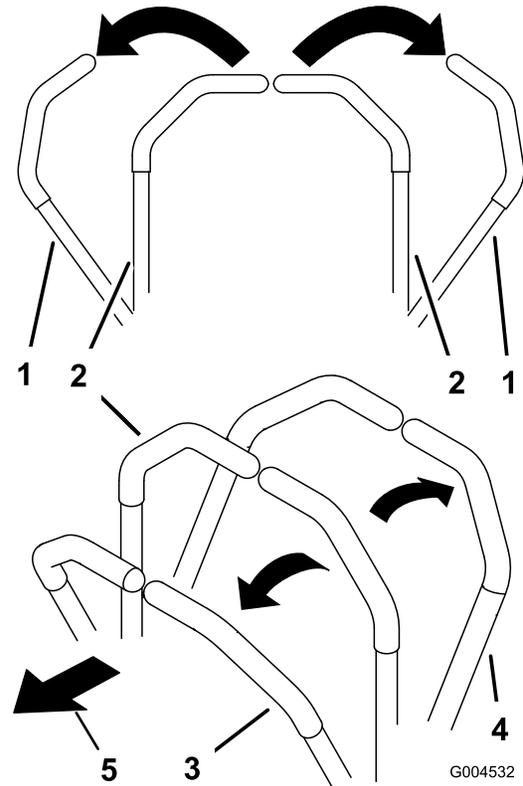

Bild 16
2. Schieben Sie für das Vorwärtsfahren die Fahrtriebshebel langsam vorwärts (Bild 16).
Wenden Sie zum Geradeausfahren auf beide Fahrtriebshebel denselben Druck an (Bild 16).
Verringern Sie zum Wenden den Druck auf den Fahrtriebshebel an der Seite, in deren Richtung Sie wenden möchten (Bild 16).